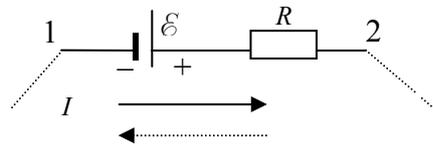

Рис. 1
где I – ток на участке 1–2, сопротивление которого R ; $\varphi_1 - \varphi_2$ – разность потенциалов на концах этого участка; \mathcal{E} – ЭДС источника тока (рис. 1).
Видно, что, если: $\varepsilon_2 R_{\text{уч}} > \varepsilon_1 R$, то $\varphi_1 - \varphi_2 > 0$; если $\varepsilon_2 R_{\text{уч}} < \varepsilon_1 R$, то $\varphi_1 - \varphi_2 < 0$; если $\varepsilon_2 R_{\text{уч}} = \varepsilon_1 R$, то $\varphi_1 - \varphi_2 = 0$ (см. рис. 1). Таким образом, изменяя внешнее сопротивление цепи R , можно получить разность потенциалов между точками 1 и 2 участка разной полярности и зафиксировать это по отклонению стрелки вольтметра влево или вправо от нуля шкалы. Из уравнения (4) следует, что зависимость $I = f(\varphi_1 - \varphi_2)$ является линейной функцией. При этом для графика $I = f(\varphi_1 - \varphi_2)$ угловой коэффициент прямой равен $1/R_{\text{уч}}$, а точка пересечения графика с осью токов соответствует $I = \varepsilon_1 / R_{\text{уч}}$ при $\varphi_1 - \varphi_2 = 0$.